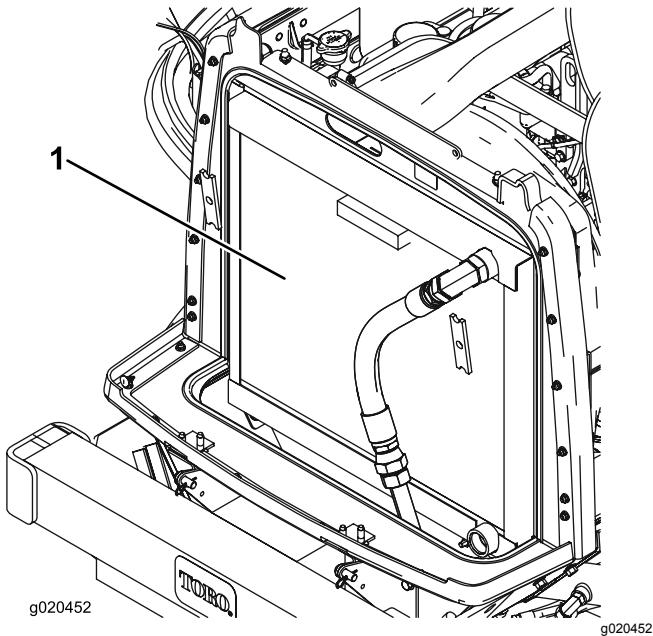

Figura 89
3. Pulite accuratamente entrambi i lati dell'area del refrigeratore dell'olio e del radiatore utilizzando aria compressa (Figura 89).